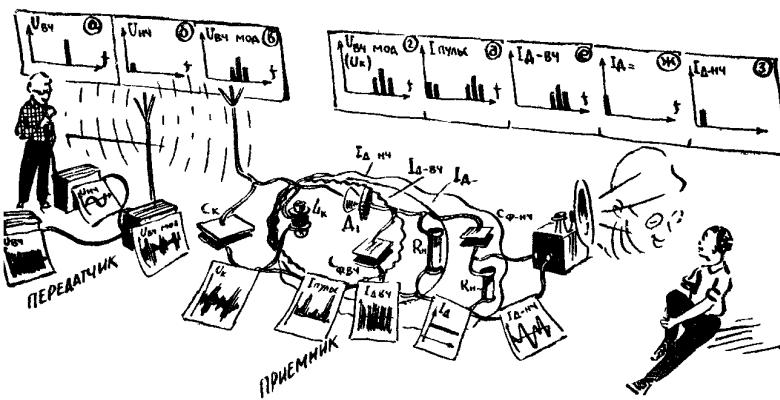

Рис. 29 Низкочастотная составляющая продетектированного сигнала — это копия низкочастотного сигнала, который на передатчике осуществлял модуляцию.
В типичной схеме детектора (рис. 27—21) переменное напряжение  $U_{\text{вч-мод}}$  подводится к диоду с колебательного контура  $L_kC_k$ , который в свою очередь получает сигнал либо непосредственно из антенны, либо от предварительного усилителя высокой частоты (ВЧ). Переменное напряжение  $U_{\text{вч-мод}}$ , подводимое к детектору, модулировано по амплитуде (рис. 29). Именно в изменениях амплитуды сигнала записана та информация — речь, музыка, телеграфные знаки, — которую радиоволны принесли с передающей станции к приемнику. Выделить эту информацию — вот задача детектора.
В спектре модулированного сигнала нет низкочастотной составляющей (рис. 29, листки ⑤, ⑥). Это может показаться странным, но это факт. Выделив из модулированного тока все его составляющие, вы не обнаружите среди них тока низкой